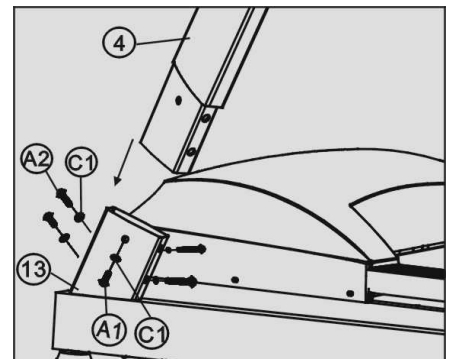

Figure 1
Insérez le montant gauche (4) dans le châssis (13) et fixez quatre boulons M8 x 16 (A2), un boulon M8 x 40 (A1), et cinq rondelles plates  $\phi$ 8 (C1). Ne serrez pas les pièces pour l'instant (voir Figure 1).
A. Insérez le montant droit (5) dans le châssis (13), et fixez quatre boulons M8 x 16 (A2), un boulon M8 x 40 (A1) et cinq rondelles plates  $\phi$ 8(C1). Ne serrez pas les pièces pour l'instant (voir Figure 1)